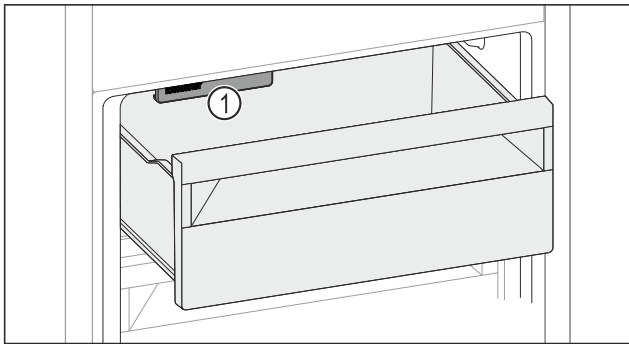

Fig. 111
- Tenere in considerazione l'IceMaker Fig. 111 (1).